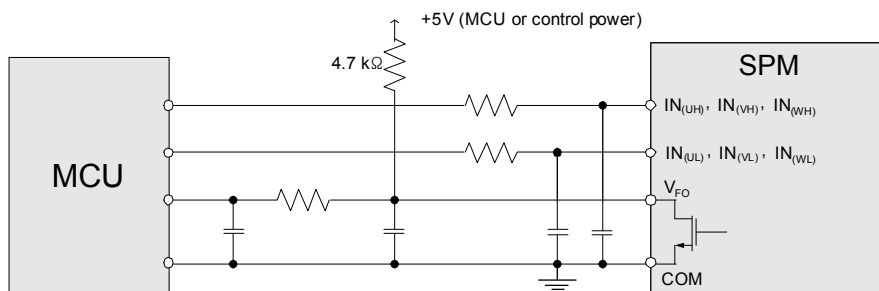

图 14. 推荐的 MCU I/O 接口电路
16. V_{FO} 输出是漏极开路型。此信号线应该用电阻上拉至 MCU 或控制电源正极，以使 I_{FO} 达到 2 mA。请参阅图 14。